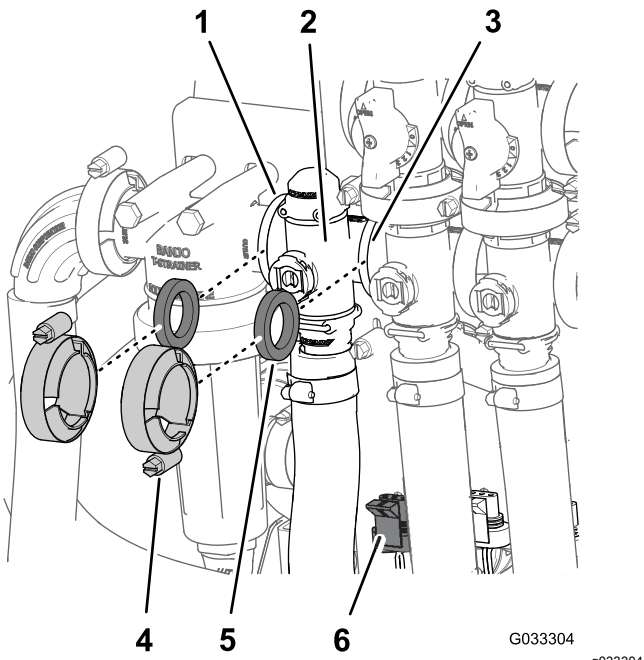

Figura 62
1. Retire las abrazaderas y las juntas que sujetan el distribuidor de la válvula de control de caudal (Figura 62).